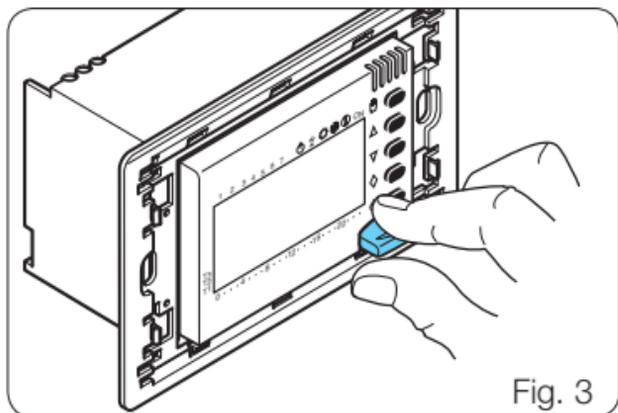

Fig. 3
- Estrarre la linguetta (fig. 3).